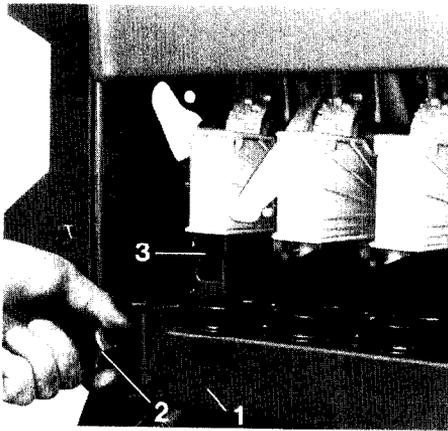

Fig. 22
--- Zur Abdrehprobe Trichterschiene (Fig. 22/1) in die mittlere Position bringen.
Dazu sind die federbelasteten Sperriegel (Fig. 22/2) rechts und links der Trichterschiene kurz herauszuziehen, die Trichterschiene abzusenken und in die erforderliche Position zu bringen. Die Sperriegel (Fig. 22/2) rasten automatisch wieder ein und die Trichterschiene ist befestigt.
Die Trichterschiene (Fig. 22/1) kann in der Höhenverstellung (Fig. 22/3) am Seitenteil der Sämaschine in drei Positionen befestigt werden: